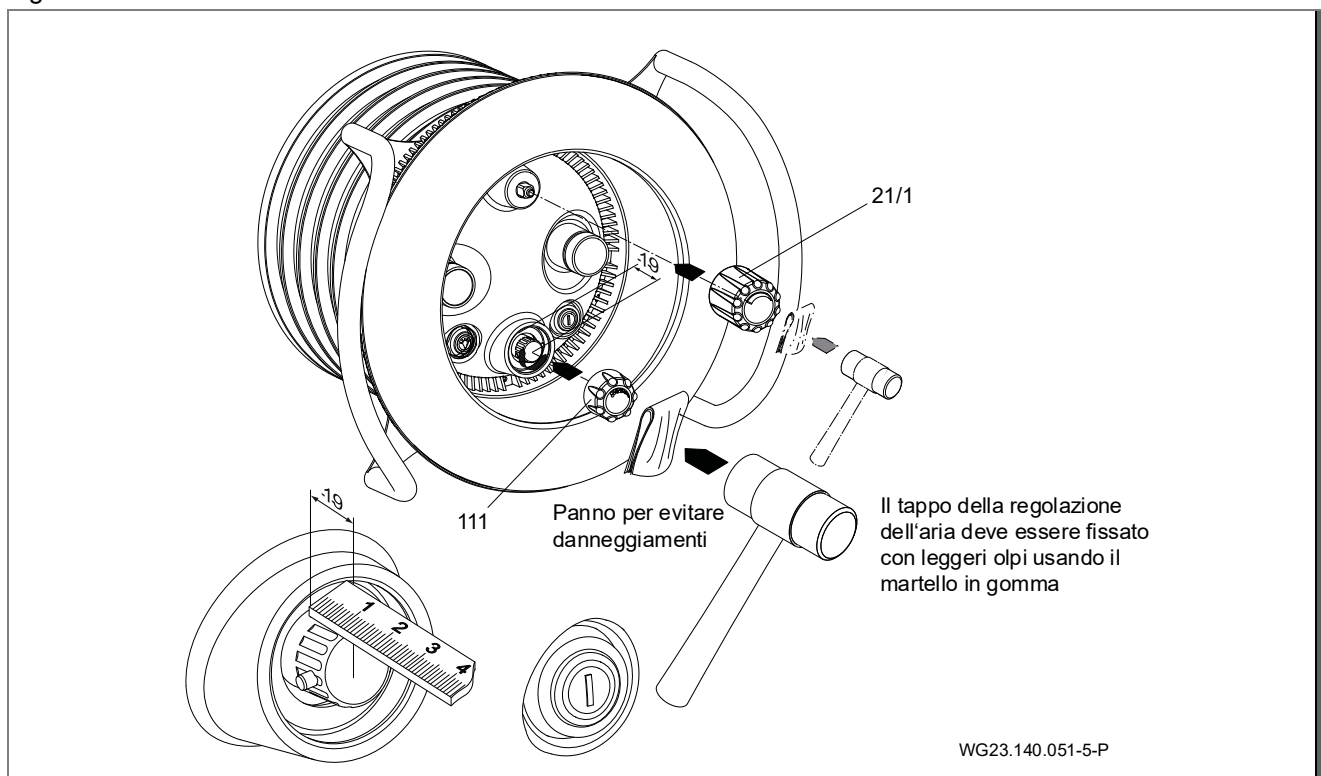

Fig. 21
11. Centrale la copertura della luce (110) sull'alloggiamento degli ugelli (102.1) e fissarla con le quattro viti autofilettanti (112). (Fig. 21)